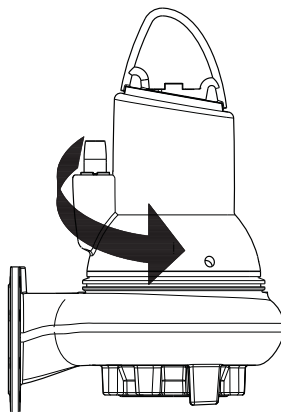

Abb. 17 Richtung der Rückbewegung
2. Schalten Sie die Pumpe ein und wieder aus. Achten Sie dabei auf die Rückbewegung der Pumpe. Der Anschluss wurde richtig vorgenommen, wenn sich das Laufrad im Uhrzeigersinn dreht. In diesem Fall erfolgt die Rückbewegung der Pumpe gegen den Uhrzeigersinn. Siehe Abb. 17.